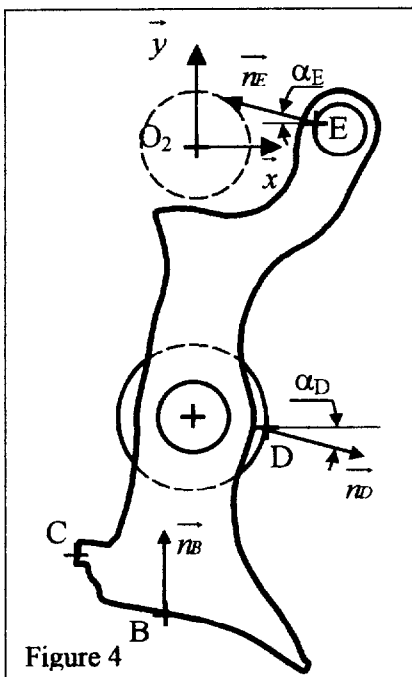

Figure 4
- 2) L'étude sera menée sur une position médiane de l'arbre à excentrique et du levier intermédiaire (figure 4).